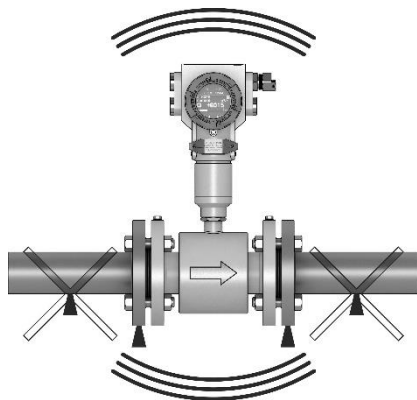

Рисунок 3.8 – Монтаж расходомера (в случае наличия вибрации в трубопроводе)
3.1.4.8 В случае наличия вибрации в трубопроводе расходомер следует разместить на опоры в районе ответных фланцев (рисунок 3.8).